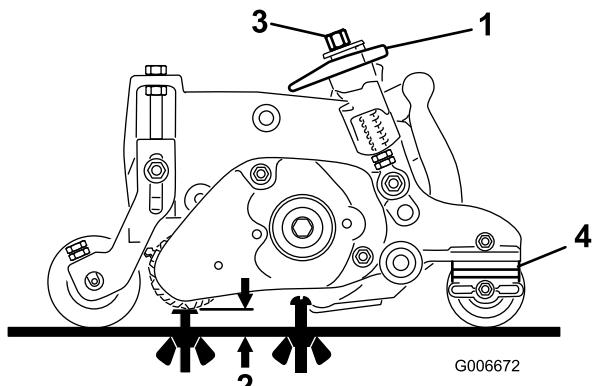

Figura 42
3. Rode as alavancas de libertação rápida (Figura 42) para a posição de encaixado (o manípulo aponta para a parte dianteira da unidade de corte. **Para configurar a barra indicadora, recorra ao gráfico dos intervalos recomendados para Altura de Corte (ADC) e Altura de Aparo (ADA).**
4. Numa extremidade do cilindro do rastelo, meça a distância que vai da ponta da lâmina mais baixa do rastelo até à superfície de funcionamento (Figura 42). Rode o manípulo de ajuste da altura (Figura 42), para levantar ou baixar a ponta da lâmina do rastelo, até à altura desejada.